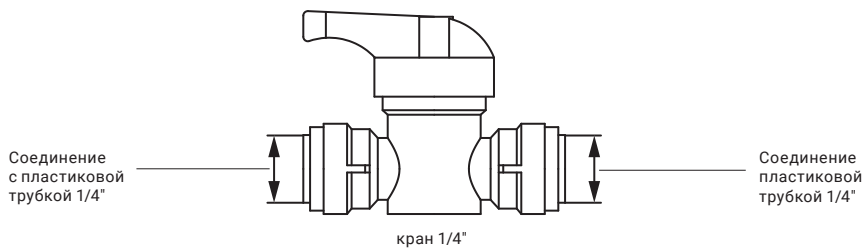
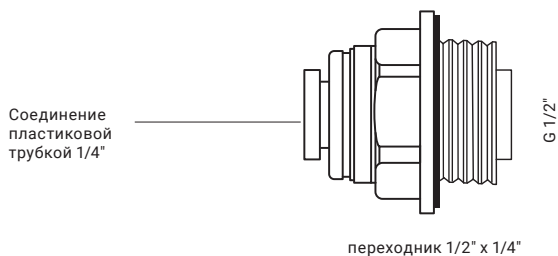

Рис. 12
Рис. 13
2. Подсоедините свободный конец синей трубки к крану 1/4" (рис. 12) или к переходнику 1/2" x 1/4" (рис. 13) (переходник используется для подключения линии пермеата к водопотребителю).